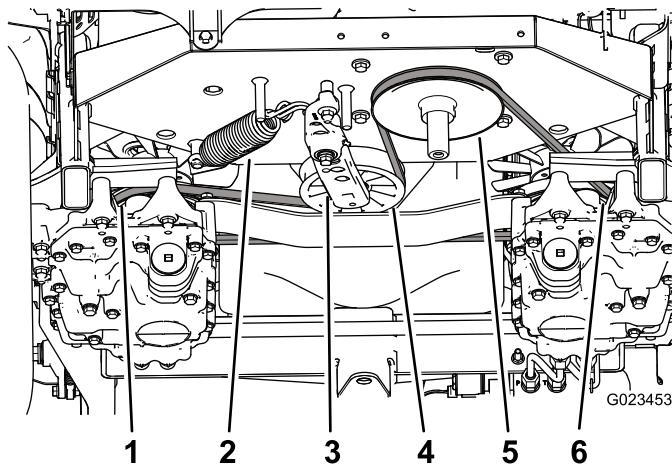

Figure 57
- Insérez un rochet dans le trou carré du bras tendeur pour compenser l'action du ressort de tension (Figure 57), et déchaussez la courroie de la poulie de tension.
| 4. Décrochez le ressort de tension du bras tendeur et du cadre (Figure 57). | |
9. Montez le ressort sur le bras tendeur et le cadre (Figure 57).